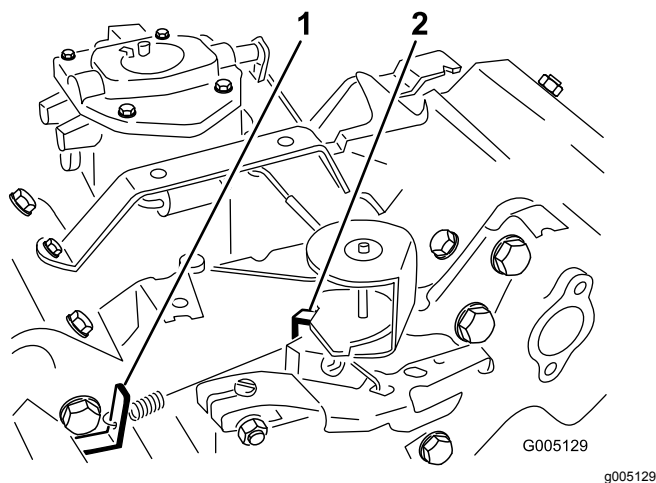

Figure 49
3. Courbez la languette d'ancrage du ressort de ralenti réglé (Figure 49) pour obtenir un régime de ralenti de $1\,650 \pm 100$ tr/min. Vérifiez le régime avec un compte-tours.
5. Réglez la commande d'accélérateur en position haut régime. Pliez la languette d'ancrage du ressort de haut régime (Figure 49) pour obtenir un haut régime de $2\,850 \pm 50$ tr/min.